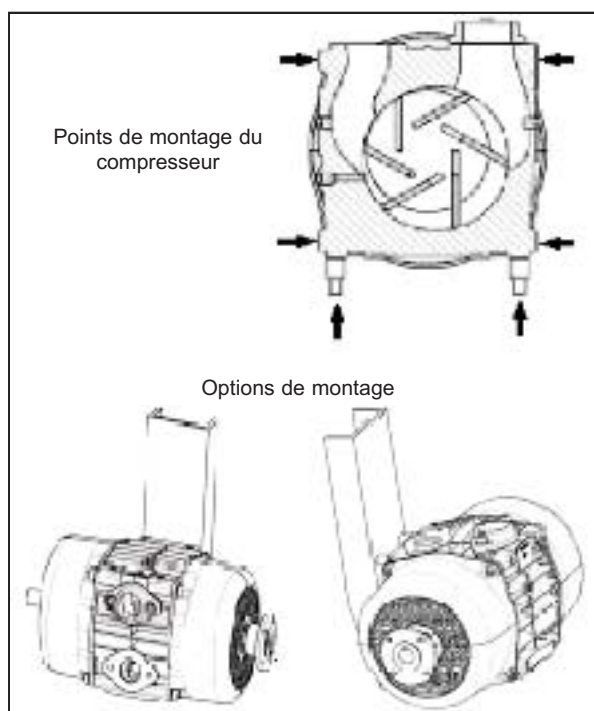

Figure 1 - Montage
1. Les points de montage du compresseur E140 se trouvent sur les deux côtés du corps et sur le socle. Le montage s'effectue à l'aide des goujons et des entretoises fournies ; voir la figure 1. Outre le support de montage standard, MOUVEX peut fournir des supports qui s'adaptent aux installations existantes utilisant d'autres types de compresseurs.